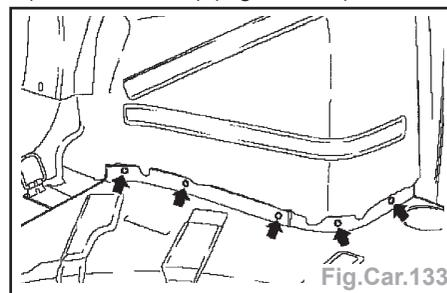

Fig.Car.133
- Pré-percer le plancher ; faire 5 perçages (des deux côtés) (Fig.Car.133).
- River le plancher (des deux côtés) avec 5 rivets étanches à l'eau (Fig.Car.133).